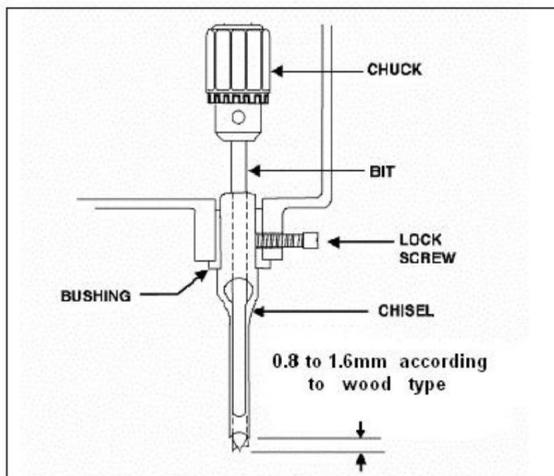

Abb. 12
1. Lösen Sie die Feststellschraube, siehe Abbildung 12.